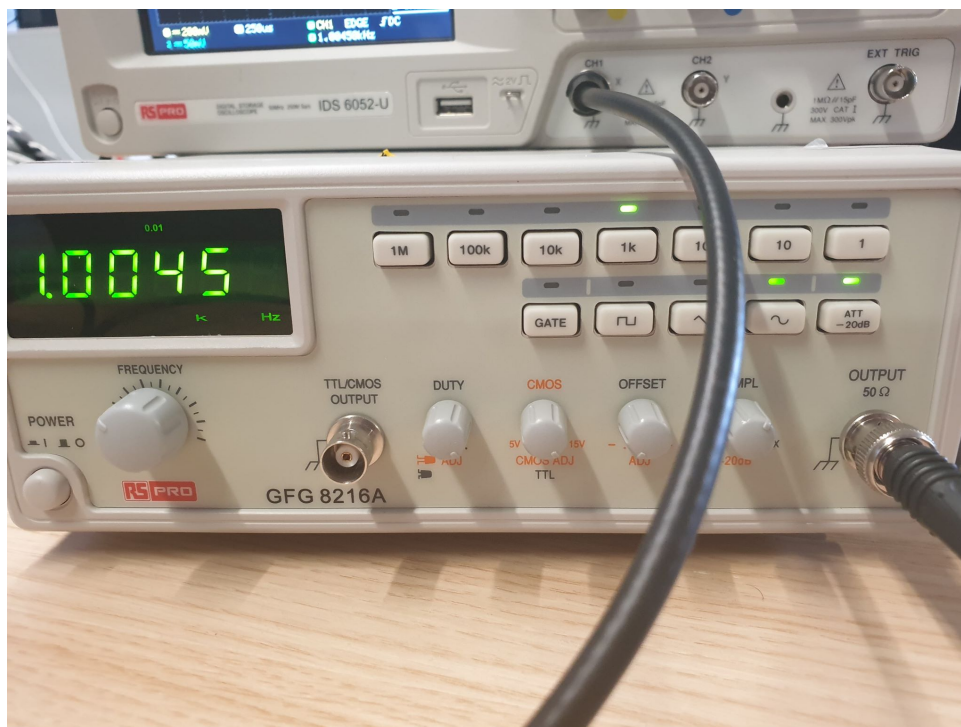
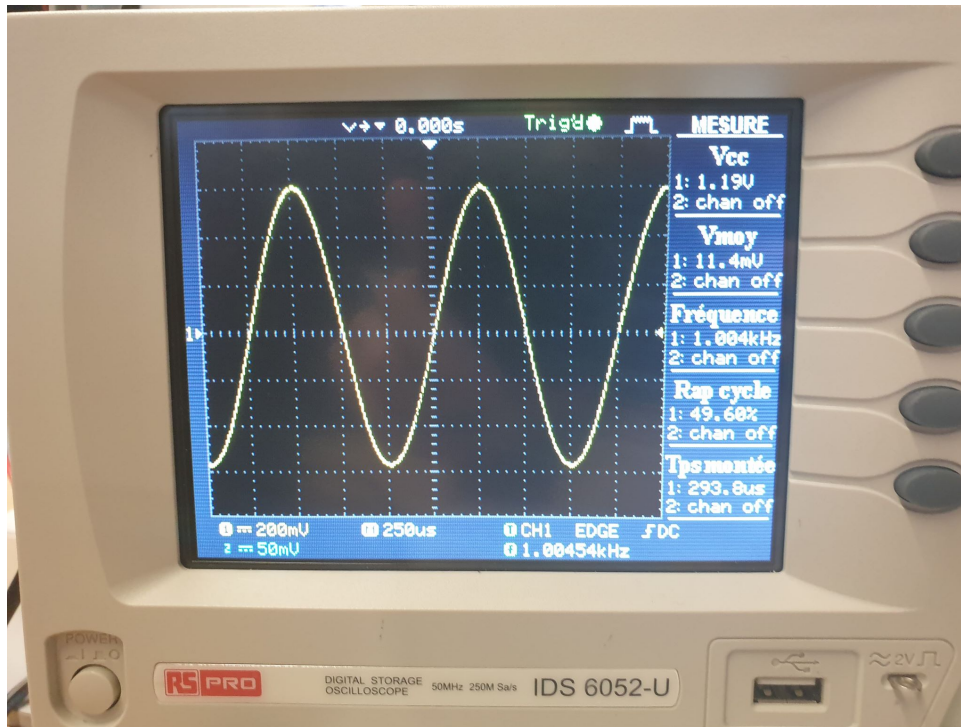

FIGURE 6 – Lecture de la fréquence et de la tension sur le générateur de fonction
FIGURE 7 – Lecture de la fréquence sur l'oscilloscope
Afin de générer un signal d'un kilohertz, nous avons appuyé sur le bouton *1k* du générateur de fonction. Ensuite, grâce à la manette *Frequency*, nous avons essayé de rapprocher la valeur de la fréquence le plus possible de 1,0000 kHz. Nous sommes arrivés à obtenir 1,0045 kHz, soit une erreur absolue de 0,45 % (voir figure 6). La lecture sur l'oscilloscope nous a donné une valeur de 1,004 kHz (voir figure 7).
3. Appuyer sur le bouton -20 dB et observer la nouvelle amplitude. Vérifier les observations avec la théorie (formules). Comme on peut le voir sur la figure 6, une fois que l'on a mis un gain de -20 dB, la tension crête à crête mesurée par l'oscilloscope devient 1,19 V. Puisque nous avons mesuré une tension crête à crête de 11,4 V avant d'appliquer le gain, on peut calculer que la tension a été divisée par 9,58.